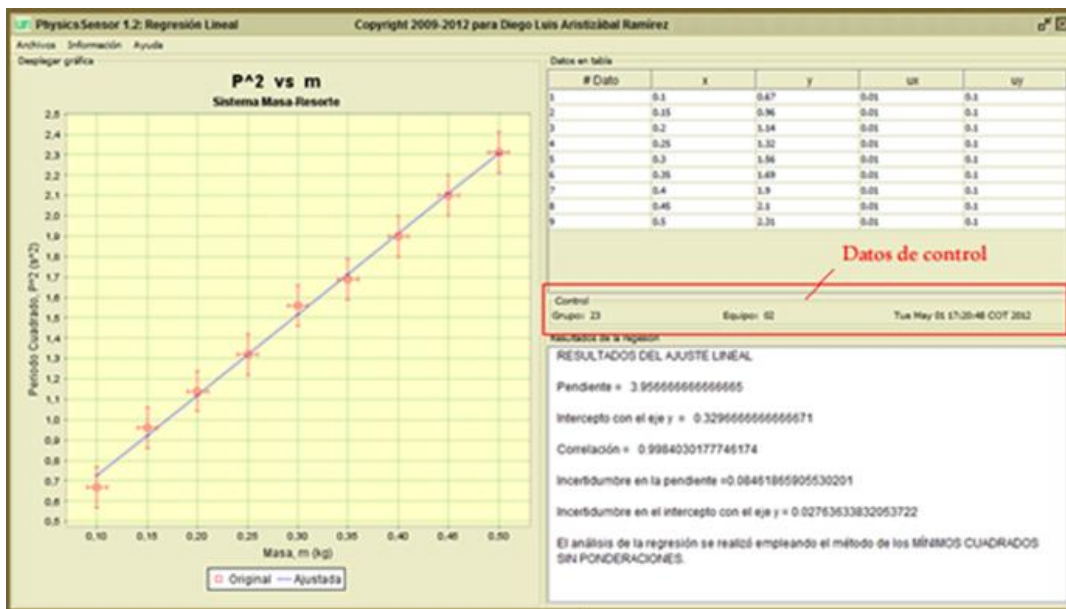

Figura 3.4: Aspecto final de la ventana de la aplicación una vez realizado el proceso de regresión lineal
- ✓ A continuación se hacen los ajustes personales, Figura 3.4: